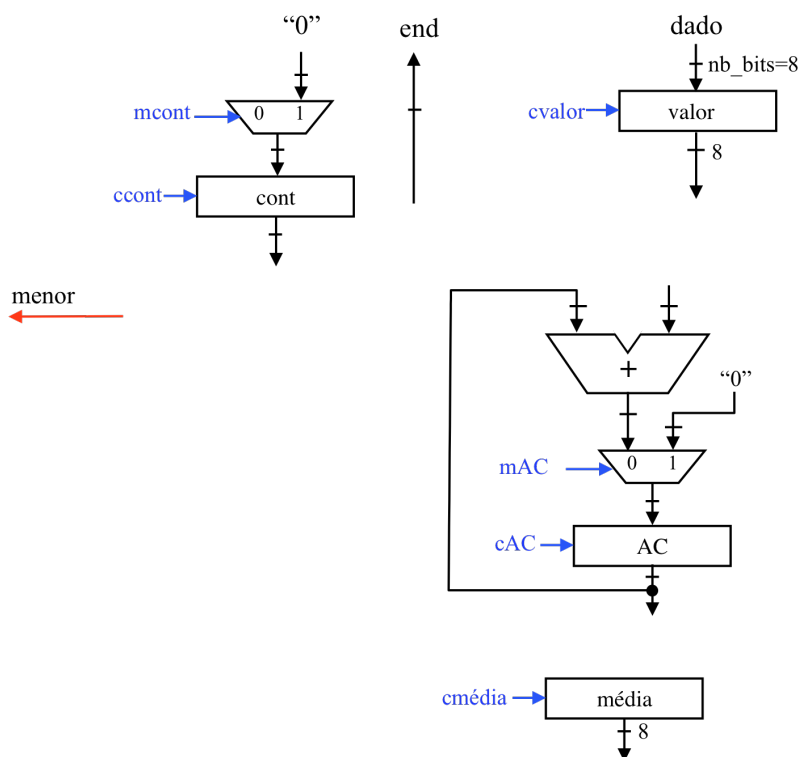

Fig. 10 – Diagrama do bloco operativo (B.O.) de **Médiav1** (desenho a completar).
A Fig. 10 mostra o diagrama incompleto do bloco operativo (B.O.) de **Médiav1**. Para responder os itens "a" a "i" deste exercício, assuma as seguintes especificações com relação ao B.O. da Fig. 10:
Com base nas informações das Figs. 9a e 9b, e respeitando as especificações fornecidas, complete no diagrama do B.O. de **Médiav1** mostrado na Fig. 10:
- e) Levando em consideração a FSMD da Fig. 9b, o B.O. da Fig. 10 e o enunciado desta questão, complete na Tab. 3 os valores adequados para os sinais de comando que controlam o B.O. de **Médiav1**.
A Tab. 4 mostra as características temporais dos componentes de **Médiav1**. Baseando-se nestas características, na FSMD da Fig 9b, no enunciado desta questão e no B.O. da Fig. 10, responda o que é solicitado nos itens “g”, “h” e “i”.